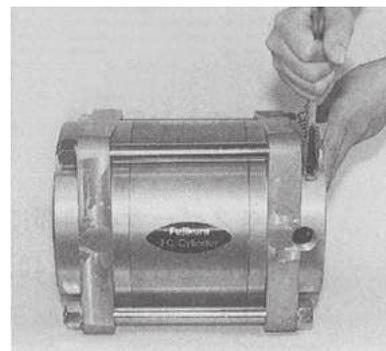

Fig.55
- ⑫ シリンダ全体を作業台上に横倒しする。
- ⑬ a) タイロッドのねじ部に歯付き座金をはめ込む。
- b) 六角ナットをタイロッドのフロントねじ部に組み込みシリンダの各継目のすき間が無くなるまで六角ナットを対角均等に締めこむ。(Fig.55)